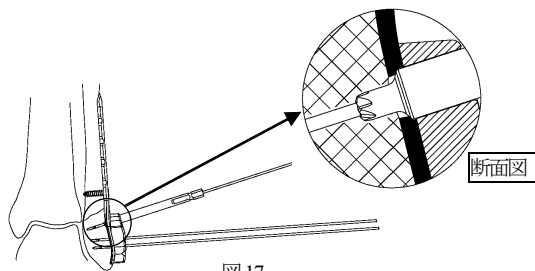

図 17
- 6) 遠位用コーテックスドリルにて皮質を開窓します。(図 17)